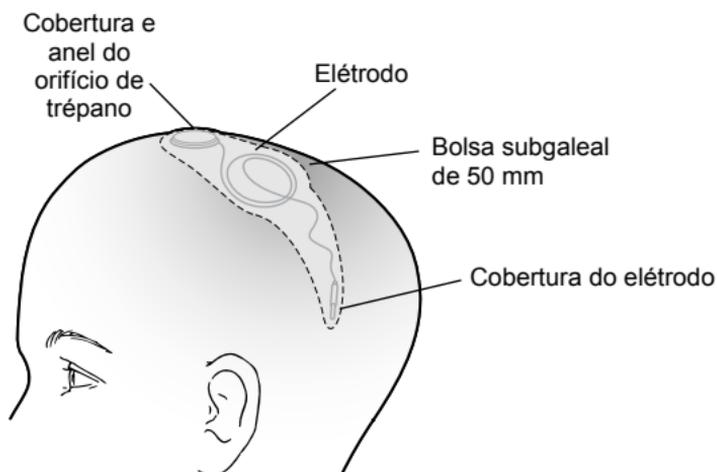

Figura 19. Eletrodo na bolsa subgaleal
8. Use uma dissecação cega para criar uma bolsa subgaleal com 50 mm de diâmetro e um percurso até ao local de ligação eletrodo-extensão pretendido (Figura 19).
9. Coloque a extremidade coberta do eletrodo no local temporário pretendido (Figura 19).
10. Na bolsa subgaleal, enrole o excesso de eletrodo num círculo com mais de 25 mm de diâmetro (Figura 19). Evite dobras ou vincos no eletrodo.